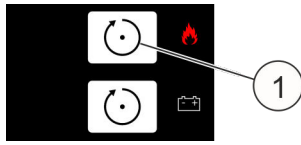

Fig. 22: [Tasto Reset]
31. ▶ Ripristinare l'allarme con il tasto superiore [Reset] (Fig. 22/1).